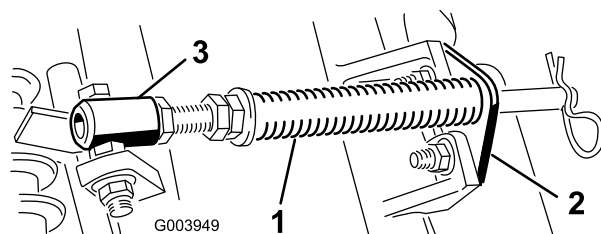

Figura 4
1. Togliete i due bulloni a testa tonda e i dadi che fissano la staffa dell'asta alle alette degli elementi di taglio (Figura 4).
2. Togliete il dado flangiato che fissa il bullone del tubo della molla all'aletta del telaio portante (Figura 4) e staccate il gruppo.
Nota: Posizionate la testa del bullone sul lato esterno dell'aletta, come illustrato nella Figura 4.